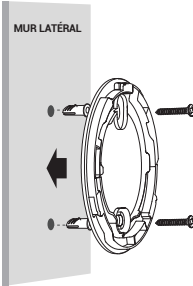

Figure 4
- 3.Percer les trous à l'aide d'un foret de 5 mm (3/16"). Insérez les chevilles d'ancrage et vissez le support de montage au plafond ou au mur à l'aide des vis fournies (voir figure 4).